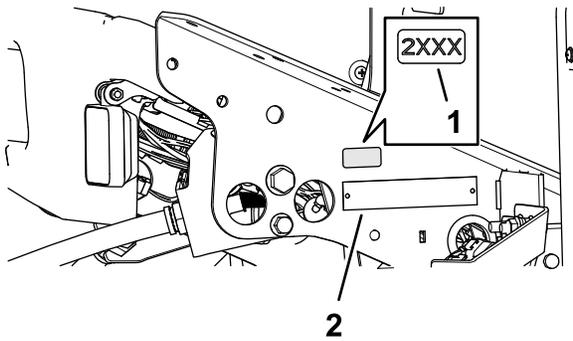

図 36
- 1. 消毒用アルコールときれいなウェスで、フードロックを取り付けた場所の隣の部分をきれいにぬぐって表面を乾燥させる 図 36。